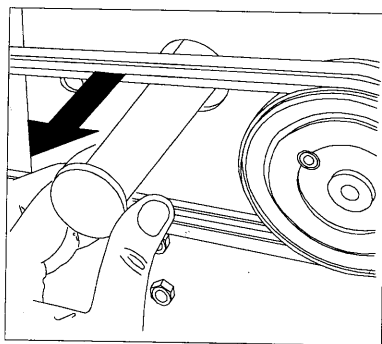

Fig. 17
- Introducir la pinza para seeger y extraer el anillo, como indicado en la fig. 17 (lado desmenuzadora).